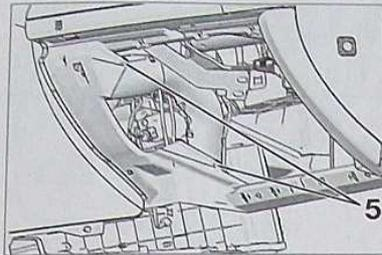

FIG. 13
Déposer les vis (5) (fixation goulotte) (Fig.13)